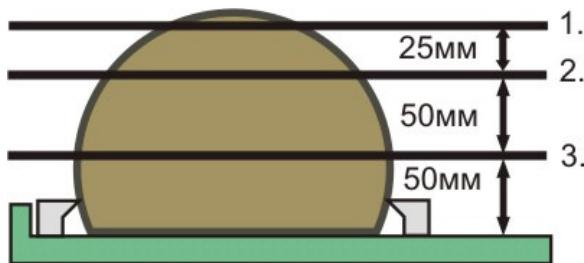

рис. 2.
13. Джойстиком установите пилу на высоту 129.0 мм, дисплей (2.) показывает «129.0», рис. 2 позиция 1.
16. Джойстиком установите пилу на высоту 27.0 мм ( $25.0 + 2.0 = 27.0$ ), дисплей (1.) показывает «27.0», рис. 2 позиция 2.
19. Джойстиком установите пилу на высоту 52.0 мм ( $50.0 + 2.0 = 52.0$ ), дисплей (1.) показывает «52.0», рис. 2 позиция 3.